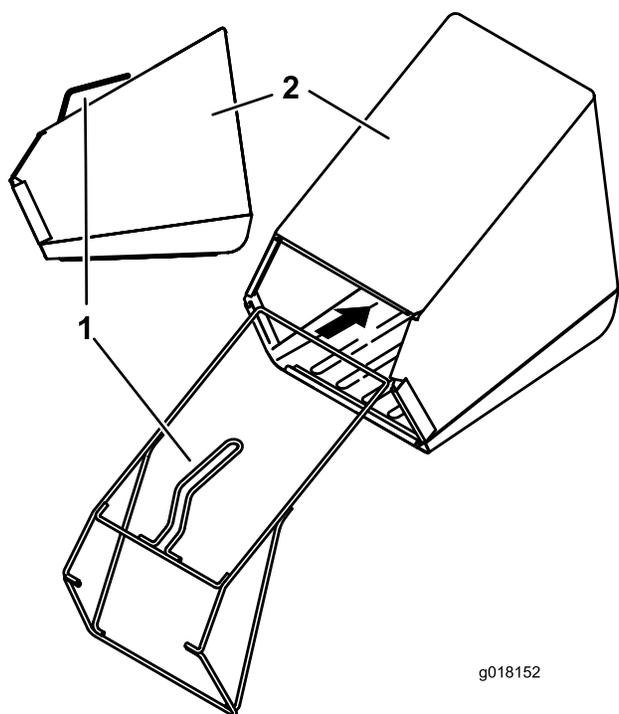

Рисунок 4
- Вставьте проволочный каркас в мешок для сбора травы, при этом убедитесь в том, что рукоятка находится над мешком (Рисунок 4).